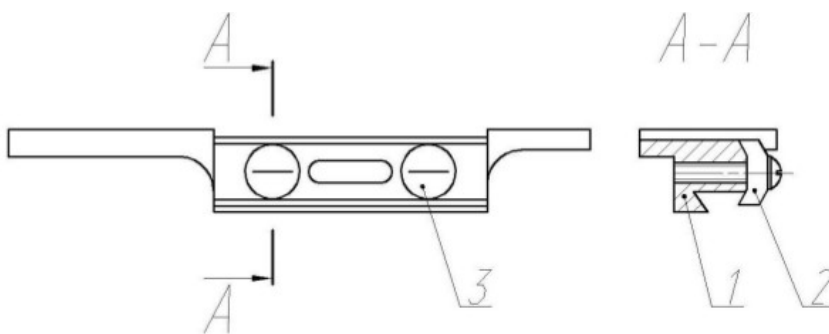

Abbildung 5 – Schraubbefestigung.
8.5 Schraubbefestigung – in Abbildung 5 dargestellt.